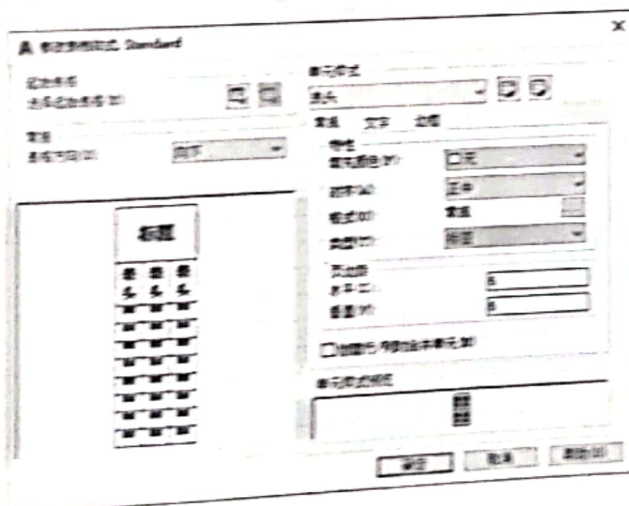

图 7-60 设置“表头”常规特性
►Step09 切换至“常规”选项卡，设置页边距均为 5，如图 7-60 所示。